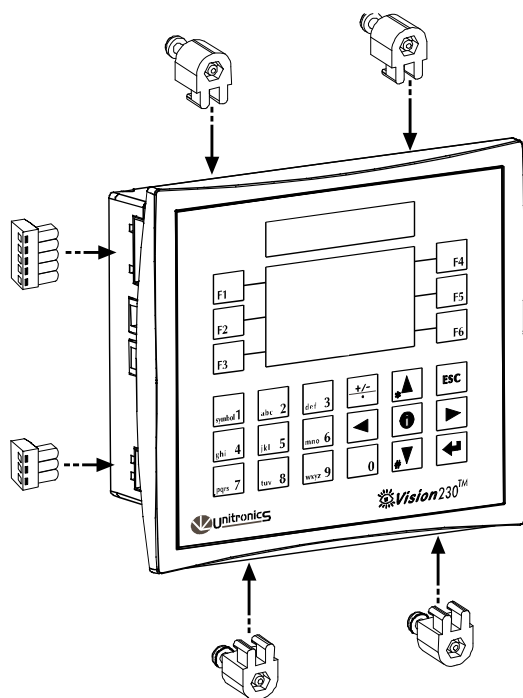

Рисунок 2. Разъемы и монтажные скобы «Vision»
Прежде чем вы приступите к монтажу, проверьте комплектацию контроллера. В стандартную комплектацию входят контроллер, 3-штырьковый разъем источника питания, 5-штырьковый разъем «CANbus» и 4 монтажных скобы, каждая с винтом для монтажа на панели. Эти элементы показаны на приведенном ниже Рис. 2. Комплект также содержит пакет с проводом, на конце которого кольцевой кабельный наконечник, и другие аппаратные средства, которые могут использоваться для заземления источника питания контроллера. Кроме того, в комплект входит резиновое уплотнение, уже установленное в задней части панели управления, резистор оконечной нагрузки сети «CANbus»; CD-ROM с программным обеспечением «VisiLogic» для программирования контроллера, кабель связи, это руководство и два комплекта маркеров клавиш, которые используются для маркировки клавишной панели. Обратите внимание, что один комплект маркеров уже установлен на панели управления.
4. Втолкните 4 монтажные скобы в предназначенные для них щели со стороны контроллера, как показано на Рис. 2, стр. 9.